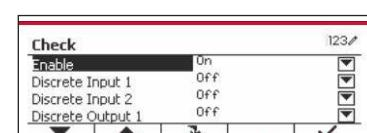

Figure 63
- Dans le menu du mode d'application, accédez au sous-menu de contrôle. Le sous-menu de contrôle est maintenant affiché. (Voir Figure 63)